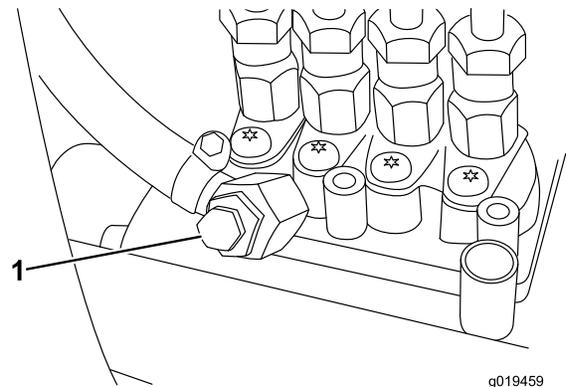

Figura 36
5. Abra el tornillo de purga de aire de la bomba de inyección de combustible (Figura 36).